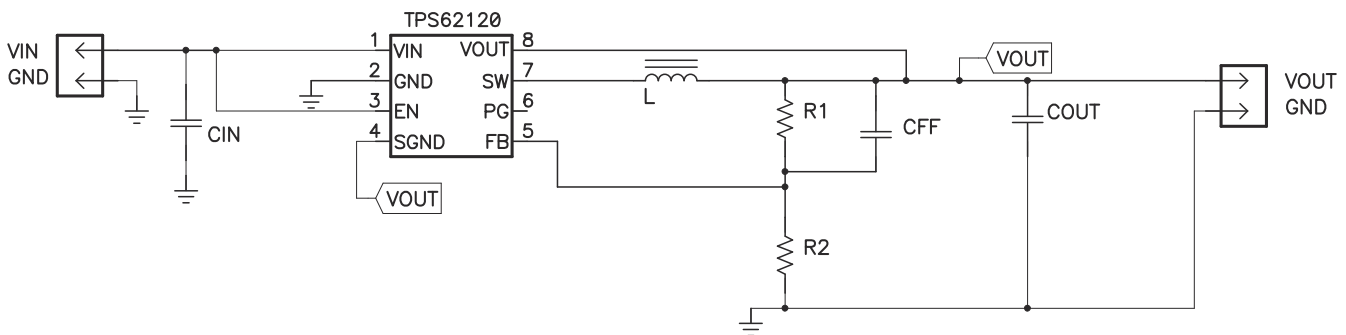
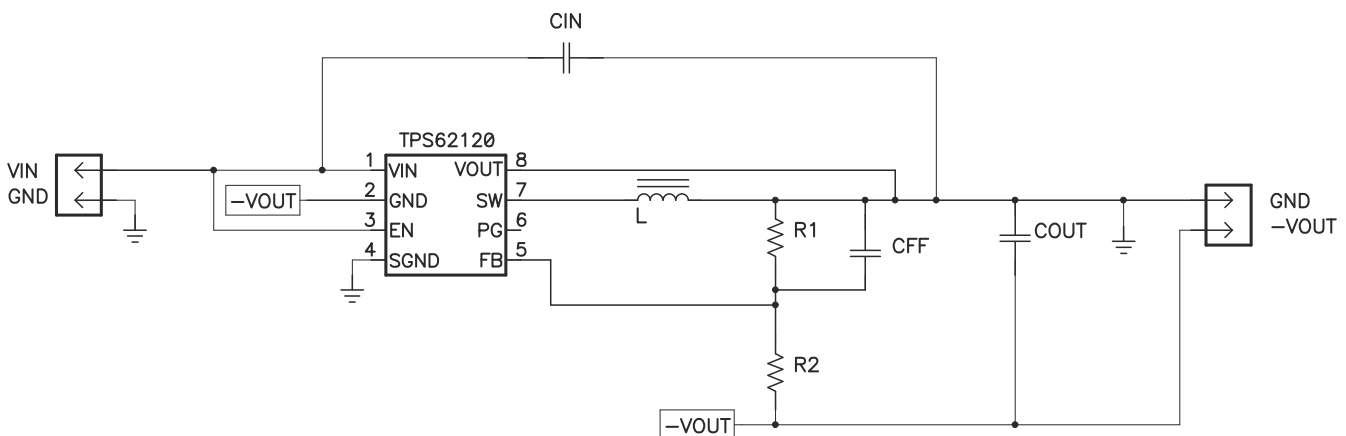

图 1-1. TPS62120 降压拓扑
图 1-2. TPS62120 反相降压/升压拓扑
反相降压/升压拓扑与降压拓扑非常相似。在图 1-1 所示的降压配置中,正连接 (VOUT) 连接到电感器,返回连接到集成电路 (IC) 接地。然而,在图 1-2 所示的反相降压/升压配置中,IC 接地用作负输出电压 (标记为 -VOUT)。降压配置中的正输出用作接地 (GND)。这种反相拓扑允许输出电压反相并且始终低于接地电压。